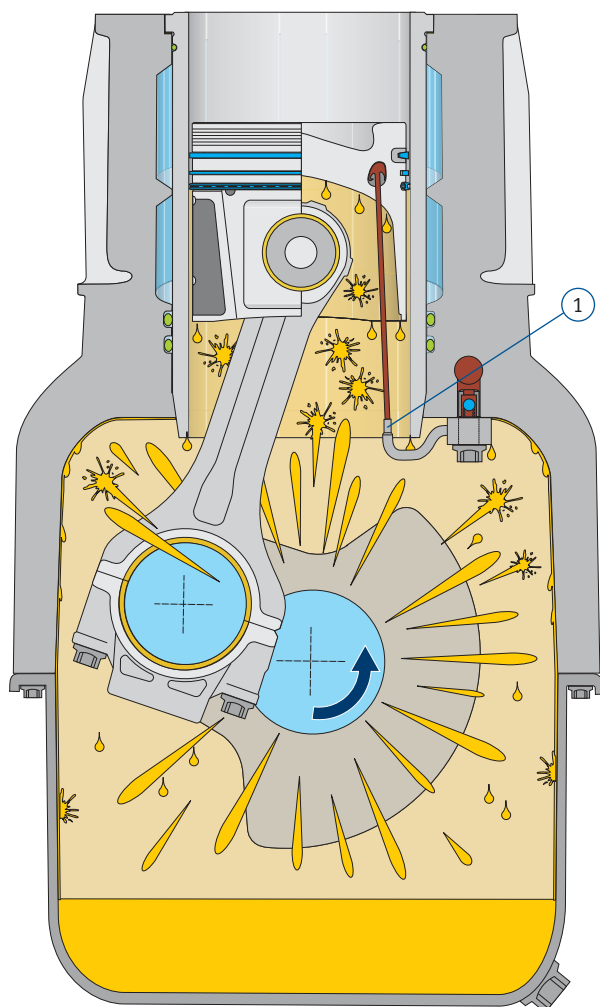

Abb. 2: Direkte und indirekte Bauteilschmierung durch Spritz- und Schleuderöl
In Bild 2 ist die Schmiersituation eines Motors bei mittlerer Drehzahl abgebildet. Durch die höhere Drehzahl ist genügend Öldruck vorhanden, so dass die Ventile der Ölspritzdüsen öffnen um die Kühltökanäle der Kolben mit frischem Öl zu versorgen (1).